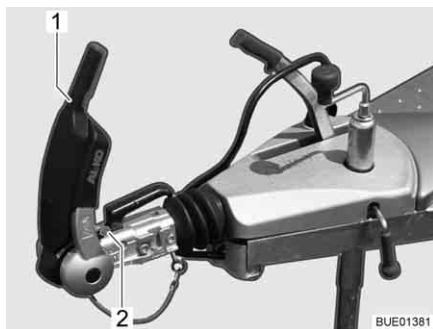

Fig. 167 Indicatore guarnizioni di attrito davanti e dietro
- Aprire la maniglia di stabilizzazione (Fig. 167,1).
Il controllo avviene mediante l'indicatore che si trova davanti alla maniglia del gancio (Fig. 167,2).